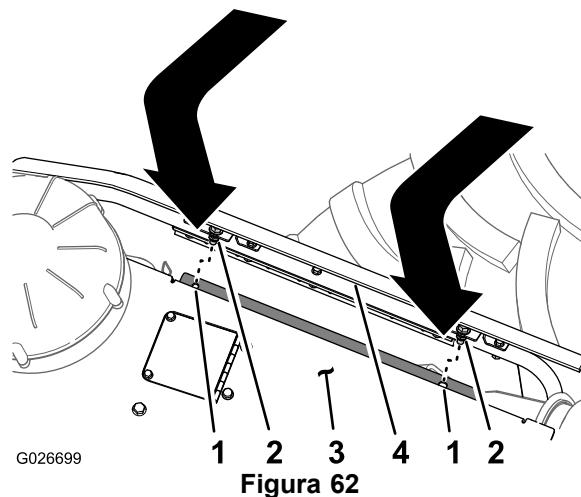

Figura 62
2. Allineate il bullone di fissaggio sopra al pannello laterale con il foro nella flangia di supporto del pannello del cofano (Figura 62).